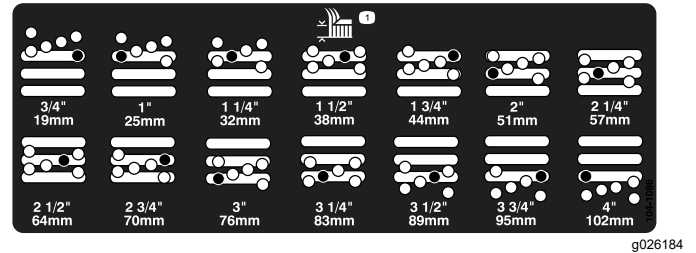

Figure 18
5. Placez la chambre à la hauteur de coupe voulue et mettez l'entretoise dans le trou et la fente correspondant à la hauteur de coupe désignée (Figure 18)